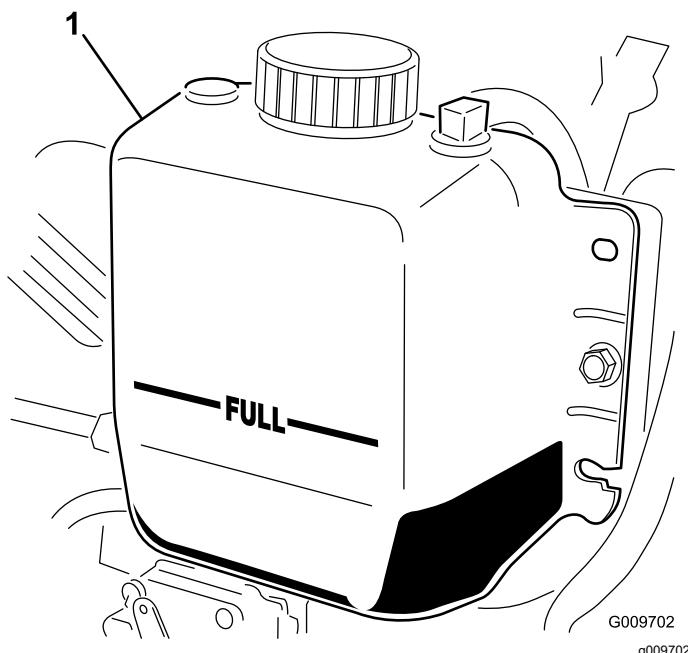

Рисунок 62
2. Проверьте уровень охлаждающей жидкости в радиаторе. Радиатор должен быть заполнен до верха заливной горловины, а расширительный бачок — до метки FULL (Полный) (Рисунок 62).